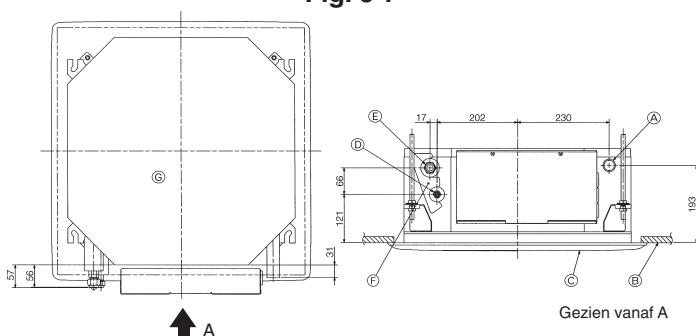

Fig. 5-8
5.3. Plaats van de koelstof- en afvoerleidingen (Fig. 5-8)